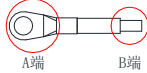

图 6 接线端子示意图
(5) 接地安装：配件 MV810-EIP01 在配线时，须做接地安装，接地线材须用户自行准备和压接，如图 6。